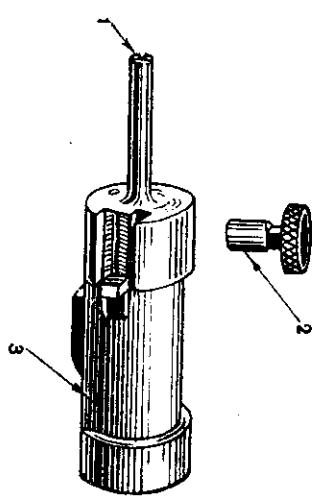

Рис. 5. Затвор:
11. Затвор (рис. 5). По внешнему виду затвор представляет собой массивное цилиндрическое тело с утолщенной передней частью в виде цилиндрического стержня. На переднем обрезе стержня имеются два выступа, служащие для разбояния капсюля патрона. Снизу на стержне проделан паз для прохода зуба останова гильзы. Стержень, входя при выстреле в гнездо патронного диска, обеспечивает его от преждевременного поворота, который происходит под действием подающей пружины.